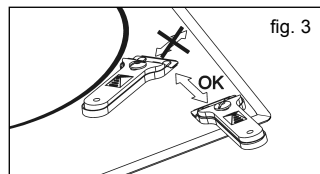

fig. 3
**! Si se utiliza la rasqueta inadecuadamente la cuchilla puede romperse, quedando algún fragmento incrustado entre el embellecedor lateral y el vidrio. Si esto ocurre no intente retirar los restos con la mano, utilice cuidadosamente unas pinzas o un cuchillo de punta fina. (Ver fig. 3)**